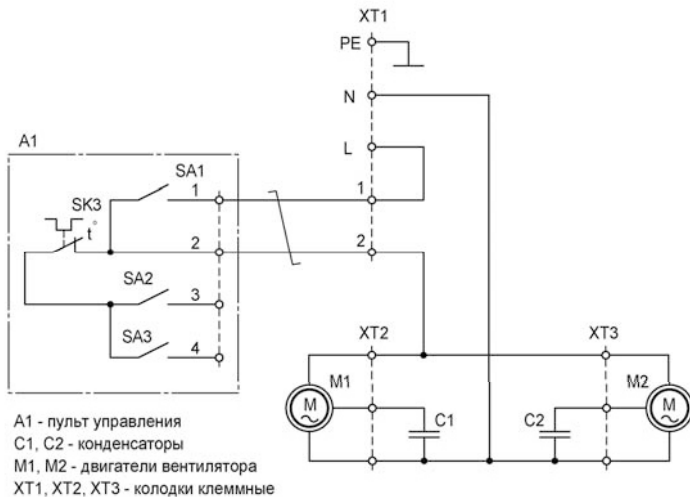

Рис.3 Схема электрическая завесы АНС-32W15
6.5 Пульт управления подключать в соответствии с электрической схемой завес (см. рис.2 Приложения) и схемой подключения (см. рис.3 Приложения). Для подключения использовать двухжильный кабель сечением медной жилы 0,5 - 1,0 мм2.
- отвернув два самореза, снять крышку на верхней стенке корпуса завесы и подключить кабель к клеммной колодке завесы в соответствии с электрической схемой и рис.3 Приложения.
6.6 Подключение завесы к электросети осуществляется через автоматический выключатель **после подключения пульта управления**. Для этого необходимо подключить силовой кабель к клеммной колодке завесы в соответствии с рис.3 Приложения. Для подключения использовать трехжильный кабель сечением медной жилы не менее  $1 \text{ мм}^2$ .